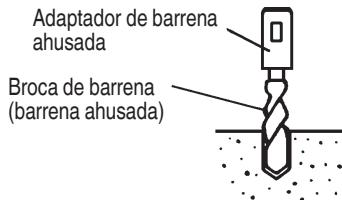

Fig. 14
- (1) Instale la broca con la barrena ahusada en el adaptador de barrena ahusada. (Fig. 14)